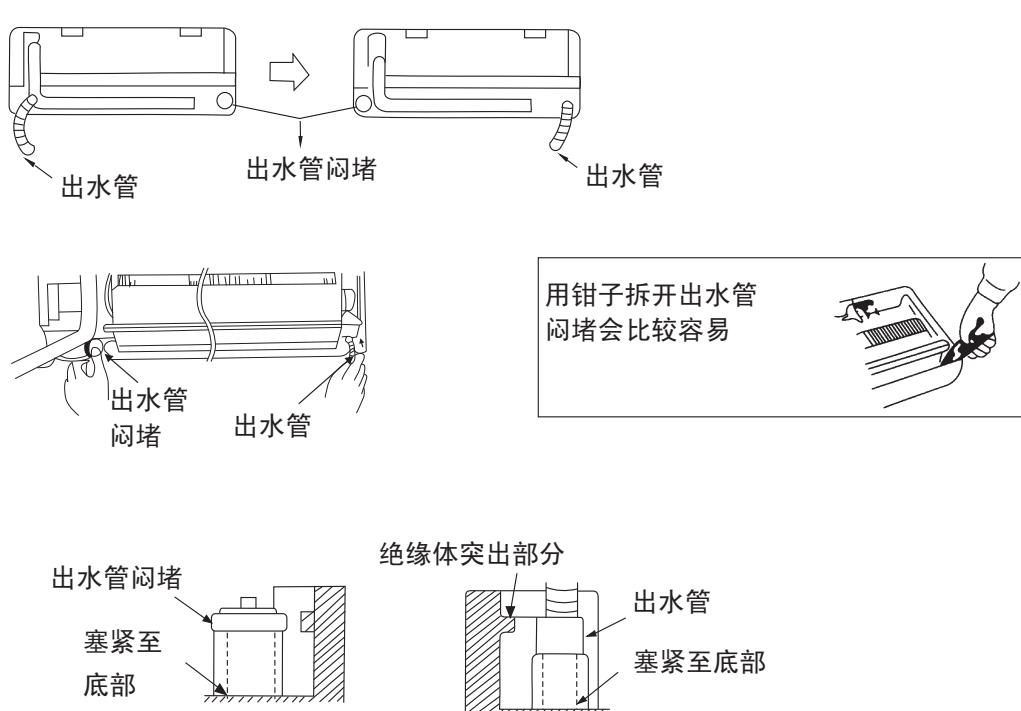

图9
(3) 如铜管从左边引出时, 需将出水管和出水管闷堵互换位置, 然后需如图9所示塞紧。(如果塞得不紧, 冷凝水将会漏出及滴落。)